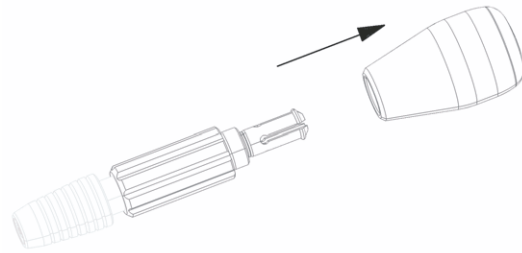

Abb. 8 Demontage des Bohrhandgriffs
6.1 Bohrhandgriff (1)
- Griff gegen die Pfeilrichtung auf den Bund drücken, siehe Abb. 8.
6.2 S⁴ Cervical Gewindeschneider (4)